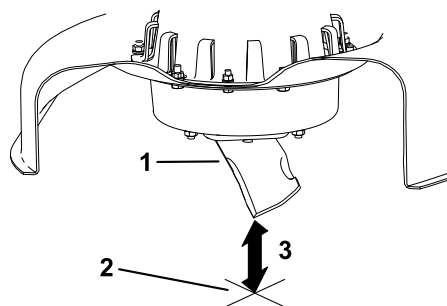

Figure 30
3. Mesurez la distance entre la pointe de la lame et la surface plane (Figure 30).